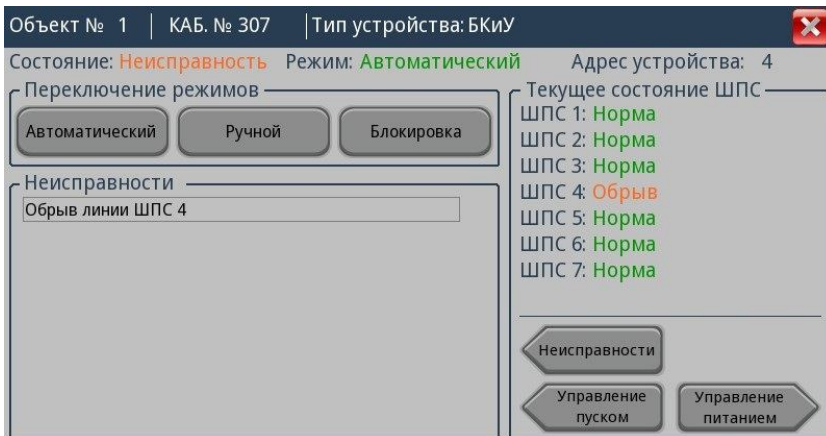

Рисунок 50 – Вид окна объекта с вкладкой «Неисправности»
15.4 При наличии неисправностей направления можно посмотреть список нажав на кнопку «Неисправности». После нажатия данной кнопки, слева откроется вкладка «Неисправности» (рисунок 50), в которой описана неисправность по данному направлению.